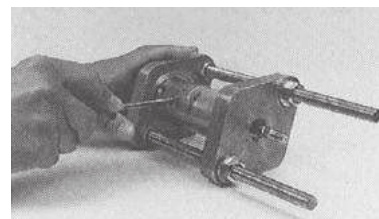

Fig.30
- ⑨ ロックリングの先端が挿入孔に現れたら、ドライバー等でリングの後端をこじ下げてリング溝内に押し込む。(Fig.30)
- ⑩ 締め付け治具を弛めてシリンダから取り外す。
- ⑪ ラベルをシリンダ本体に貼りつけて、ロックリング挿入孔を覆う。